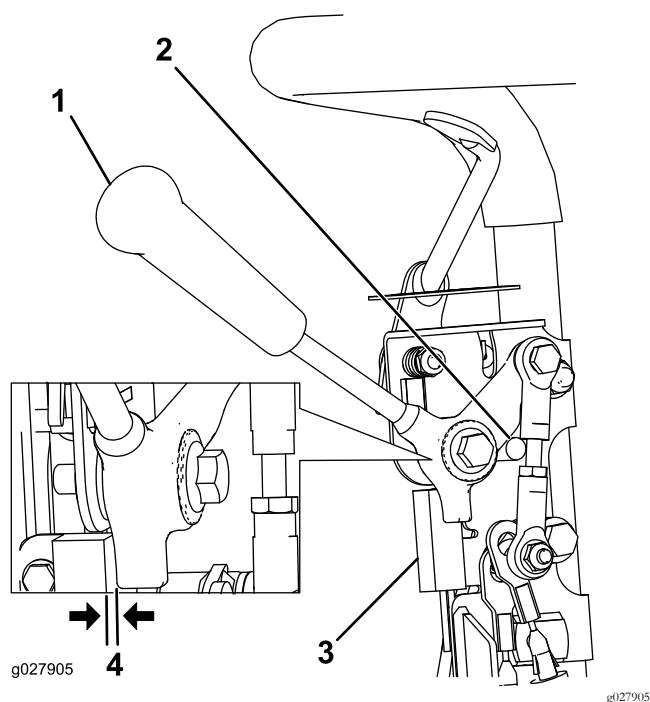

Рисунок 30
1. Убедитесь в том, что двигатель заглушен, а рычаг тяги отключен и опирается на упор нейтрали. (Рисунок 30).
2. Ослабьте крепежные детали блокировочного выключателя (Рисунок 30).
3. Поставьте регулировочную прокладку толщиной 0.8 мм (0,032 дюйма) между рычагом тяги и блокировочным выключателем (Рисунок 30).